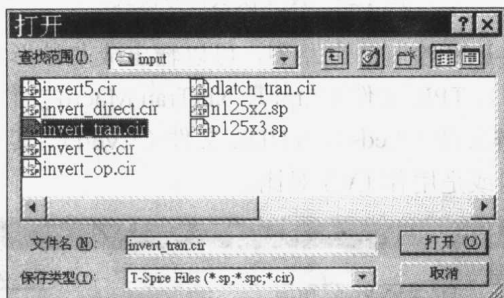

图 1.25 打开文件
(1) 打开 T-Spice 程序^④: 执行在..\Tanner\Tspice70 目录下的 wintsp32.exe 文件, 或选择“开始”→“程序”→Tanner EDA→T-Spice Pro v7.0→T-Spice 命令, 即可打开 T-Spice 程序。
(2) 打开示范文件^⑤: 选择 File→Open 命令, 出现“打开”对话框, 到其中的..\Tanner\Tspice70\tutorial\input 目录中选择 invert_tran.cir 选项, 如图 1.25 所示。